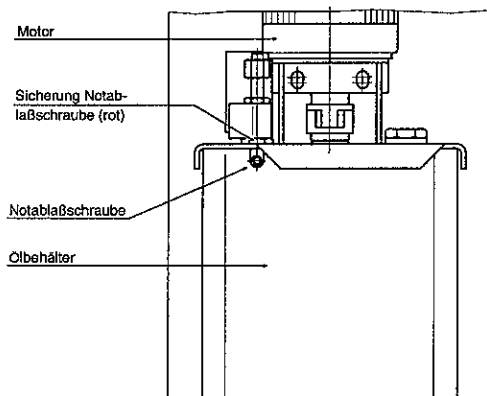

Bild 6: Lage der Notablaßschraube
- Sicherungsschraube der Notablaßschraube (rot gekennzeichnet) am Aggregat mit einem Innensechskantschlüssel lockern (siehe **Bild 6**).